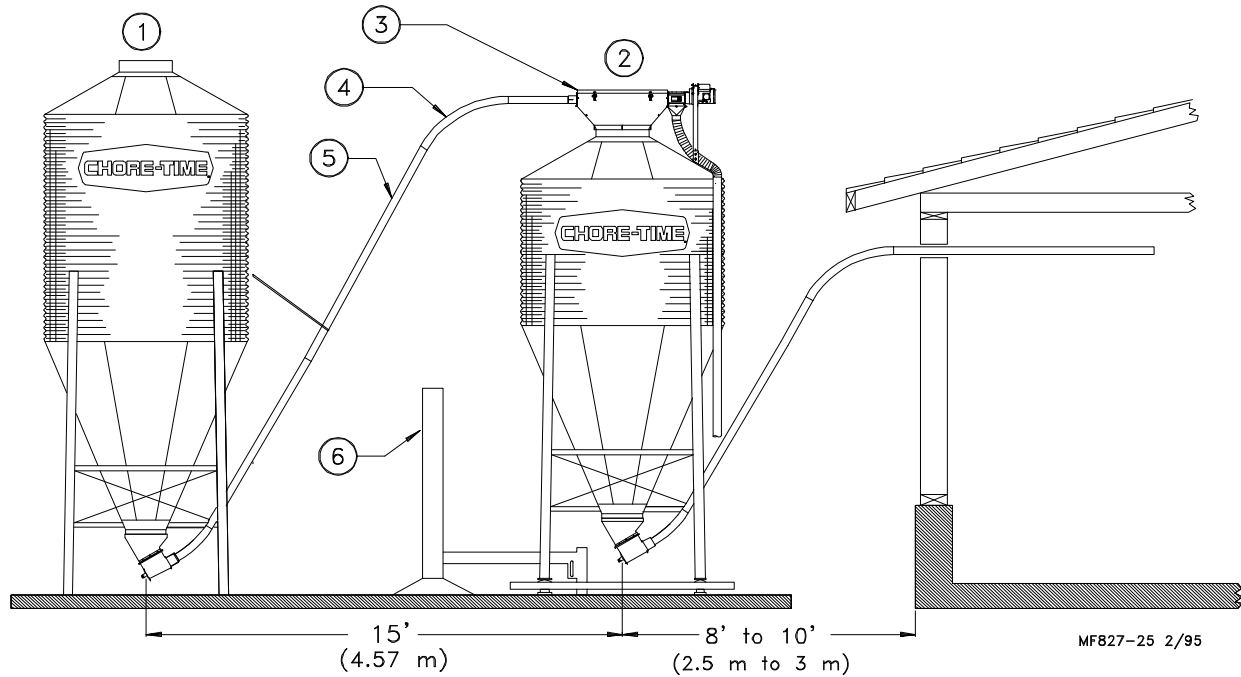

Figura 41. Instalación de las balanzas Weigh-Matic (vista lateral)
El comedero ULTRAFLO requiere el uso de un sistema de balanza para alimento. Chore-Time ofrece (2): Weigh-Matic (mecánico), ilustrado en la Figura 41, y el Weigh-Matic digital. Para la instalación y funcionamiento de la balanza Weigh-Matic digital, consultar el manual de instrucciones enviado con esa balanza. Las instrucciones para la balanza Weigh-Matic (mecánica) se encuentran en este manual.